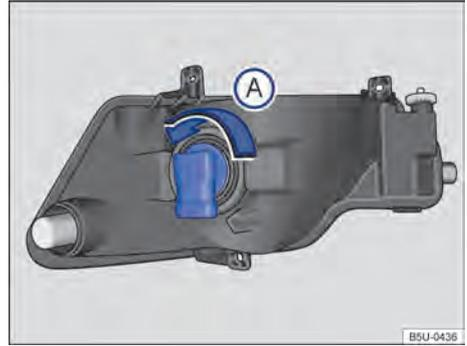

Fig. 156 Atrás do para-choque dianteiro: acesso à lâmpada incandescente do farol de neblina.
- 3 Girar o soquete da lâmpada → **Fig. 156**, no sentido anti-horário da seta **A**, e desencaixá-lo do alojamento.
- ⑧ Certificar-se de que o soquete está corretamente fixado no conjunto.
- ⑨ Encaixar o conector de alimentação da lâmpada.